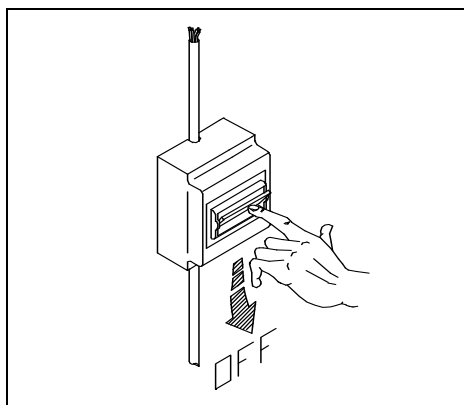

Рис. 5-1
N.B.: Перед проведением любых работ по техническому обслуживанию, отключите машину от сети. (рис. 5-1)
N.B.: Before any technical service, disconnect the machine from the mains. (fig. 5-1)
N.B.: Vor jedem kundendienst die machine vom stromnetz ausschalten. (fig. 5-1)
N.B.: Avant de toute intervention, débrancher l'appareil de l'électricité. (fig. 5-1)
N.B.: Desconecte siempre el aparato de la red antes de cualquier operación de arreglo. (fig. 5-1)
N.B.: Antes de qualquer intervento tecnico, desligar a máquina da rede eléctrica. (fig. 5-1)
N.B.: Alvorens technische ingrepen aan het apparaat uit te voeren moet het apparaat van het elektriciteitsnetafgekoppeld worden. (Afb. 5-1)